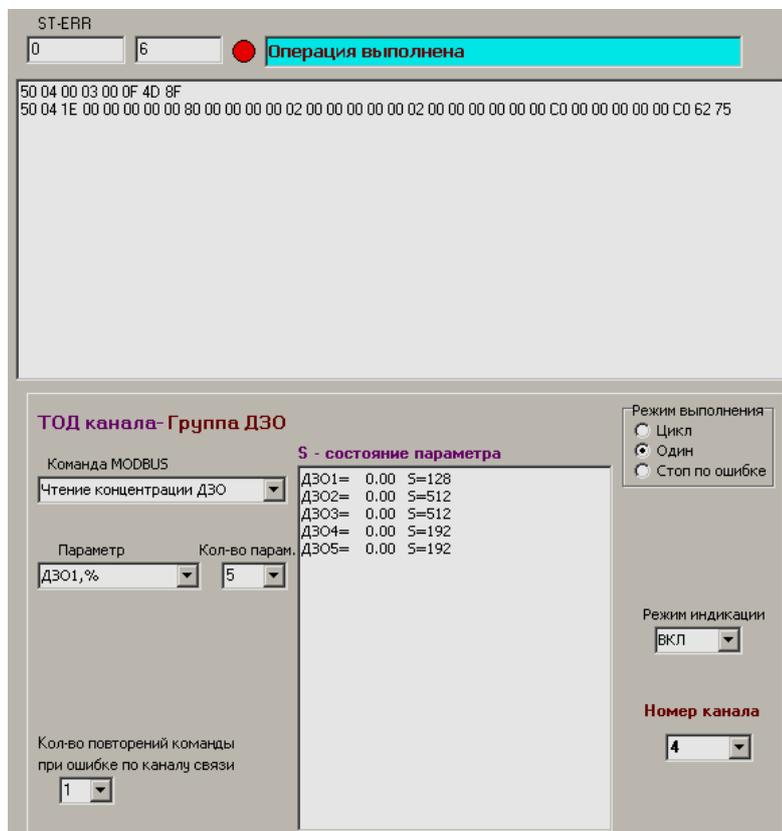

Рисунок 7.19
7.1.11.1 «Чтение концентрации ДЗО». Команда используется для чтения значений объемной доли горючих газов, метана с датчиков ДЗО установленных в Группе ДЗО. При выборе команды на форме отображаются дополнительные параметры «Параметр» и «Кол-во парам.». Значение «Параметр» определяет начальный параметр для чтения, «Кол-во парам.» - количество параметров для чтения. «Параметр» «ДЗО1,%» – значение объемной доли горючих газов, метана 1-го ДЗО в группе и т.д. В Группе ДЗО может быть до 5 ДЗО. Если начальный «Параметр» равен «ДЗО, %», то максимальное количество параметров для чтения в соответствии с КШЮЕ.421451.002ПО равно 5 (рисунок 7.19).